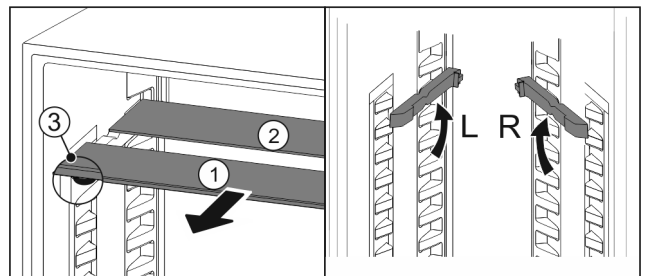

Fig. 123
- ▶ Steklene plošče posamično izvlecite Fig. 123 (1) naprej.
- ▷ Steklена plošča Fig. 123 (1) z okrasno letvijo je spredaj.
- ▷ Zaustavjalniki Fig. 123 (3) so obrnjeni navzdol.